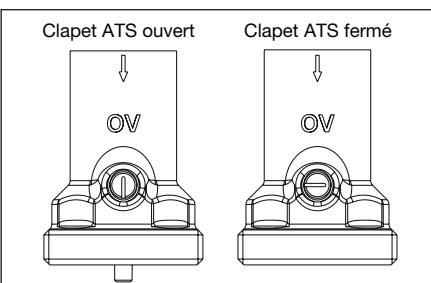

Fig. 7 Position clapet ATS «Regumat S»
2. Retirer le bloc d'insertion (2).
3. Sortir le groupe de robinetterie (3) de la partie arrière de la coquille d'isolation (4).
4. Placer la partie arrière de la coquille d'isolation (4) sur le mur de façon perpendiculaire et l'utiliser comme gabarit de perçage (fig. 7).